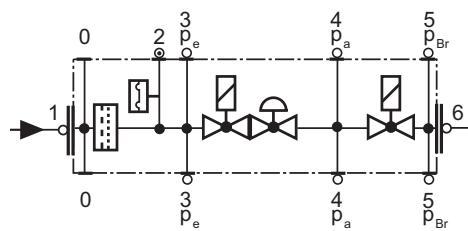

Рис. 29
- Заменяйте фильтр, если разница давления между точками 1 и 3 (Рис. 29) $\Delta p > 10$ мбар.